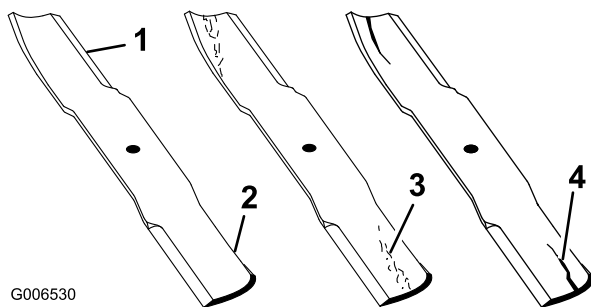

Figura 79
1. Controllate i taglienti (Figura 79). Se i taglienti non sono affilati o mostrano delle tacche, togliete le lame e affilatele. Vedere Affilatura delle lame.
2. Controllate le lame, in particolare l'area curva (Figura 79). In caso di danni, usura o scanalature nell'area (Figura 79), montate immediatamente una nuova lama.